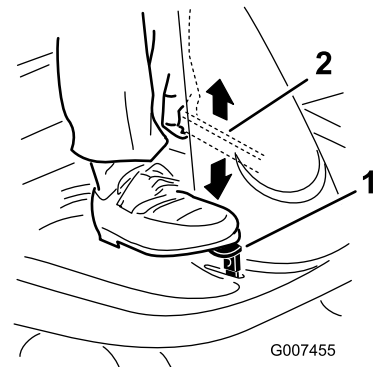

Bild 5
1. Treten Sie das Bremspedal durch und halten Sie es gedrückt (Bild 5).
2. Ziehen Sie den Feststellbremshebel (Bild 5) hoch und nehmen den Fuß nach und nach vom Bremspedal.
1. Drücken Sie das Bremspedal (Bild 5) durch und halten Sie es gedrückt.
2. Drücken Sie den Hebel der Feststellbremse (Bild 5) nach unten und lassen Sie das Bremspedal langsam los.